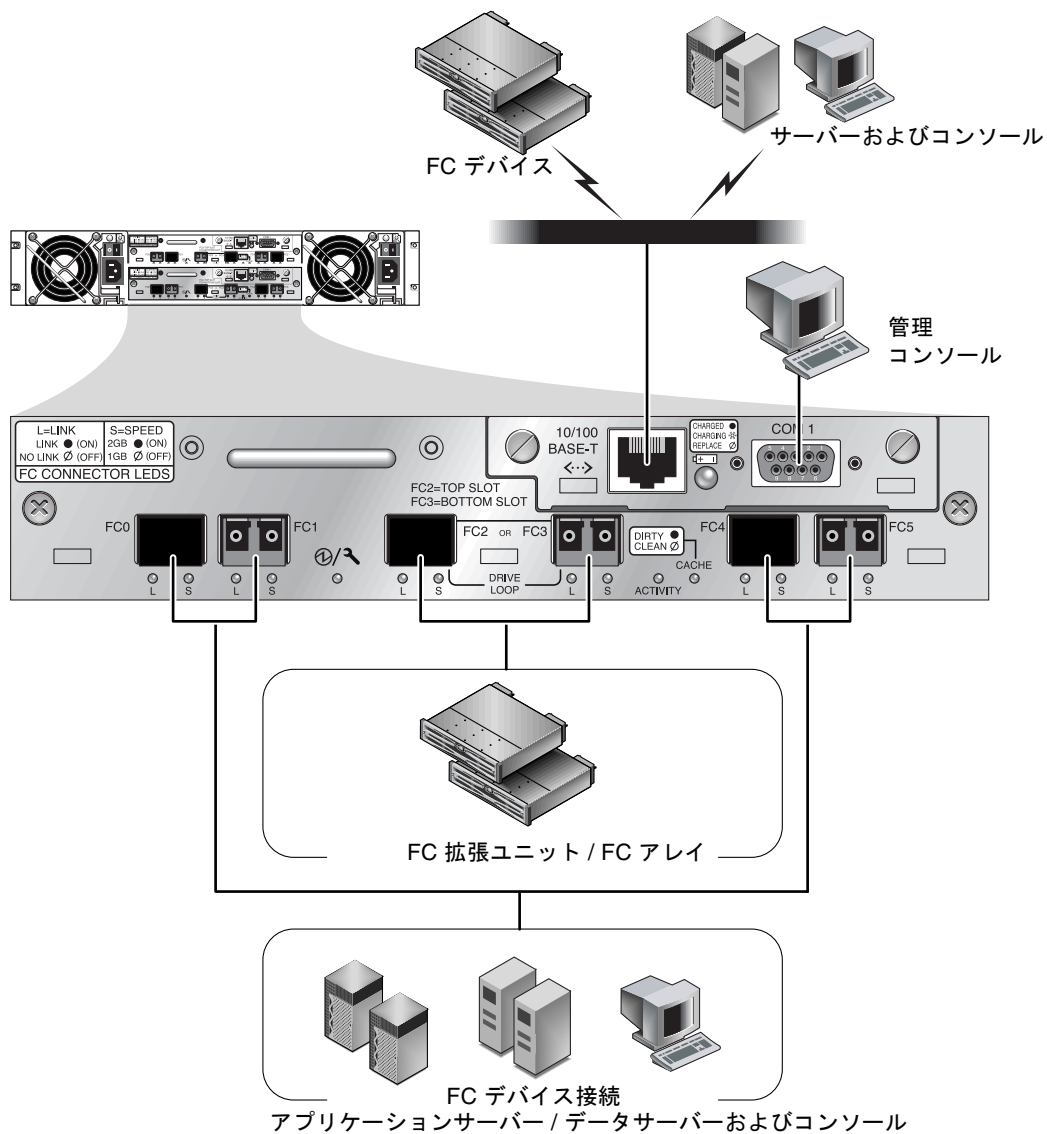
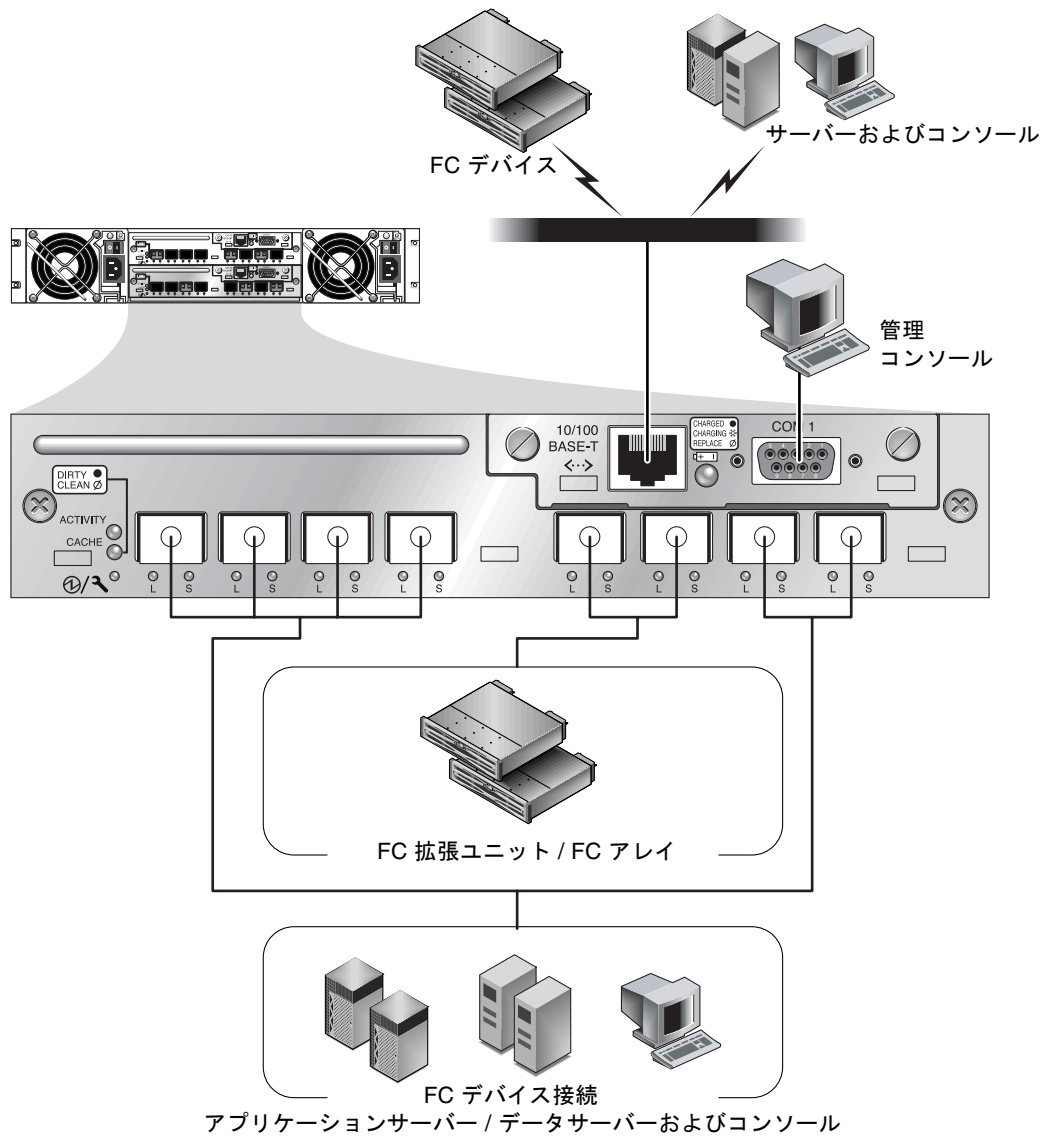

図 5-1 デュアルコントローラ Sun StorEdge 3510 FC アレイ背面のハードウェア接続
図 5-2 デュアルコントローラ Sun StorEdge 3511 FC アレイ背面のハードウェア接続
2. 新しい I/O コントローラモジュールでケーブルを正しく再接続できるように、コントローラおよびホスト間の接続と拡張ユニットの接続の配線構成を書き留めておきます。図 5-1 および 図 5-2 を参照してください。